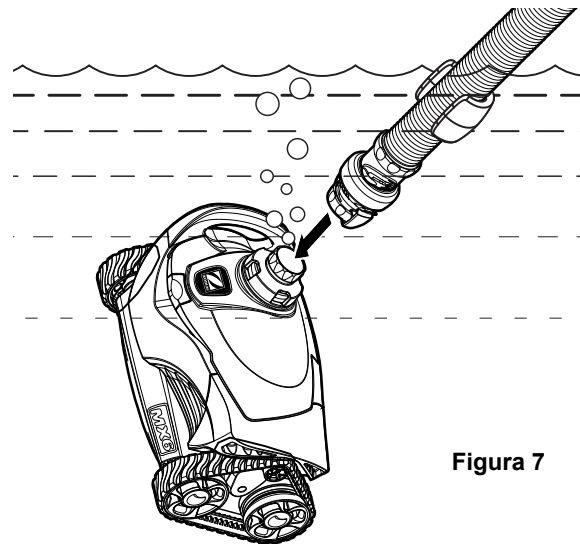

Figura 7
4. Cuando dejen de salir burbujas del limpiafondo, conecte la manguera presionando la válvula del regulador de caudal en el limpiafondo (Figura 7).